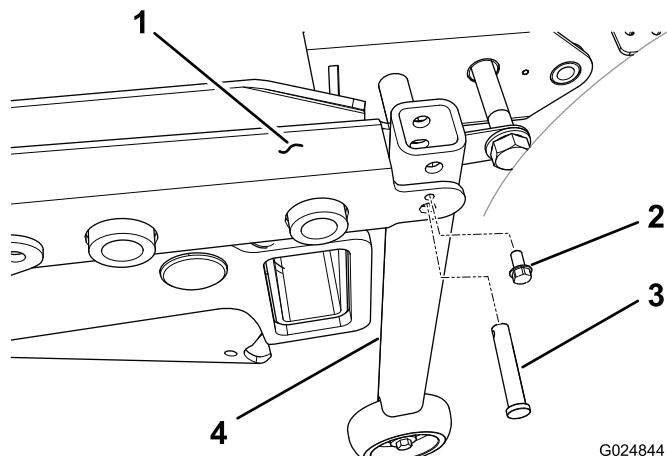

Figura 95
- 6. En unidades de tracción con número de serie anterior al 312999999, Monte un tubo de soporte vertical en cada esquina trasera del bastidor de la carcasa, con un pasador de horquilla y un tornillo autorroscante ($\frac{1}{4}$ ") (Figura 95)